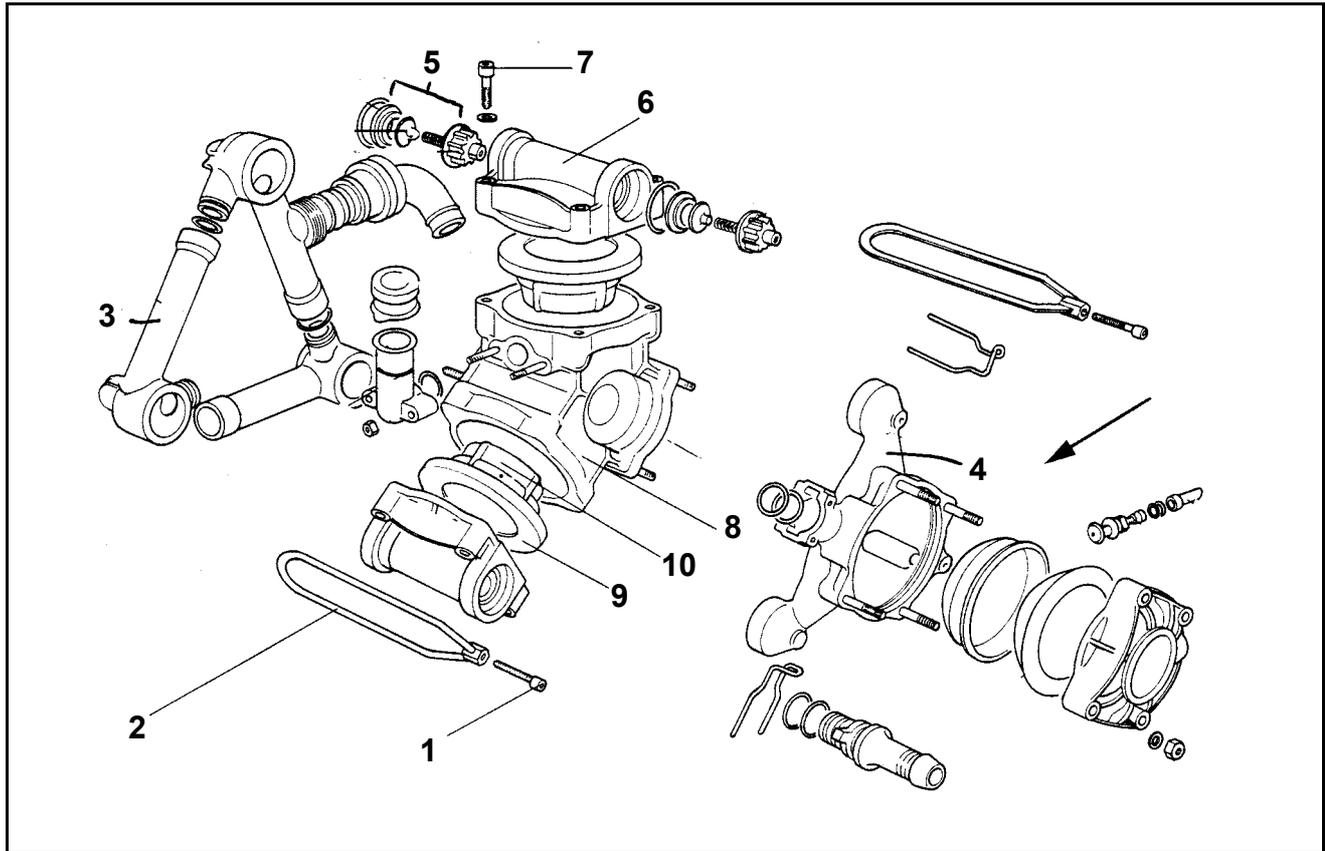
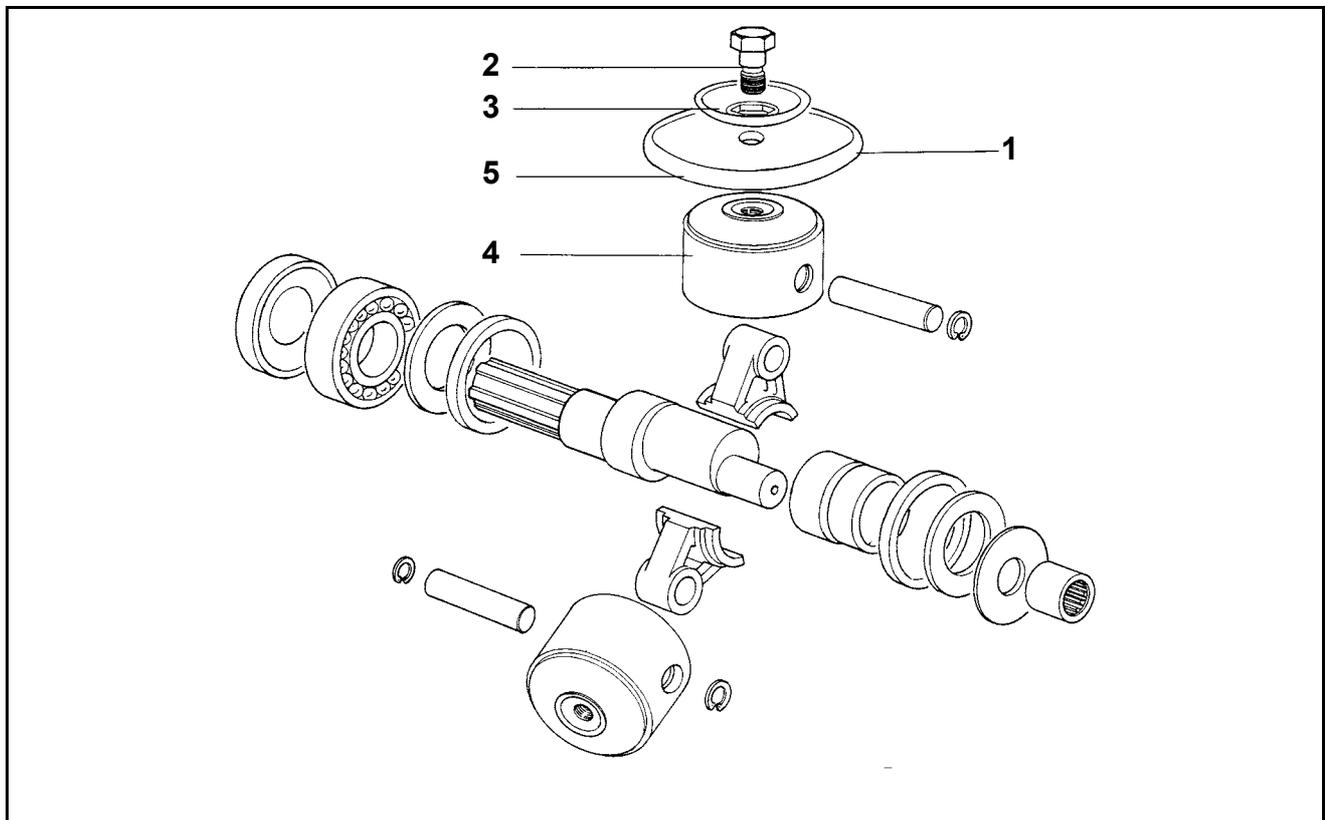

Fig. 39
Fig. 40
Ces phénomènes sont des symptômes indubitables d'une pompe à piston-membrane défectueuse. Dans un tel cas remplacez systématiquement les 6 membranes (Fig. 40/ 1).
- Desserrez les vis (Fig. 39/ 1).
- Retirez les étriers (Fig. 39/ 2) ainsi que les conduits d'aspiration et de refoulement (Fig. 39/ 3, Fig. 39/ 4) et aussi les jeux de clapets (Fig. 39/ 5). **Attention ! Repérez bien les emplacements des clapets correspondants aux circuits de refoulement et d'aspiration!**
- Après avoir retiré les vis (Fig. 39/ 6), retirez la culasse (Fig. 39/ 7).
- Contrôlez les membranes de piston (Fig. 40/ 1).
- Desserrez les vis (Fig. 40/ 2) et retirez du piston (Fig. 40/ 1) la membrane (Fig. 40/ 3) avec son disque de support (Fig. 40/ 4).
- Dans le cas où la membrane serait détériorée de manière à ce que de la bouillie et de l'huile puissent se mélanger (Fig. 39/ 8), procédez comme suit,
- Retirez du carter de la pompe le cylindre (Fig. 39/ 9).
- Remettez le cylindre en place dans le carter de la pompe en prenant soin de bien placer les évidements (Fig. 39/ 10).
- Remontez la membrane (Fig. 40/ 1).
- **Fixez la membrane avec le disque et la vis de manière à ce que le rebord (Fig. 40/ 5) soit orienté vers la culasse (Fig. 39/ 6).**